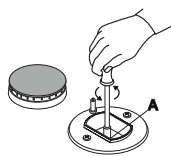

fig.13
- dévissez les injecteurs (fig. 13) à l'aide d'une clé à tube de 7 mm. et remplacez-les par les injecteurs adaptés au nouveau type de gaz (voir tableau 1 "Caractéristiques des brûleurs et des injecteurs") remontez les différentes parties en effectuant les opérations dans le sens inverse.